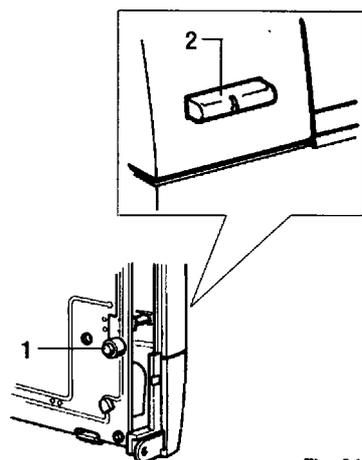

Fig. 31
2. Нажать и держать нажатой кнопку (рис. 31 поз. 1). Дисплей полностью погаснет.
3. Нажать кнопку «» (рис. 31 поз. 2) на лицевой стороне пульта управления.
4. Отпустить кнопку (рис. 31 поз. 1), и на дисплее загорится надпись «CNF».
5. Отпустить кнопку (рис. 31 поз. 2) на лицевой стороне пульта управления.